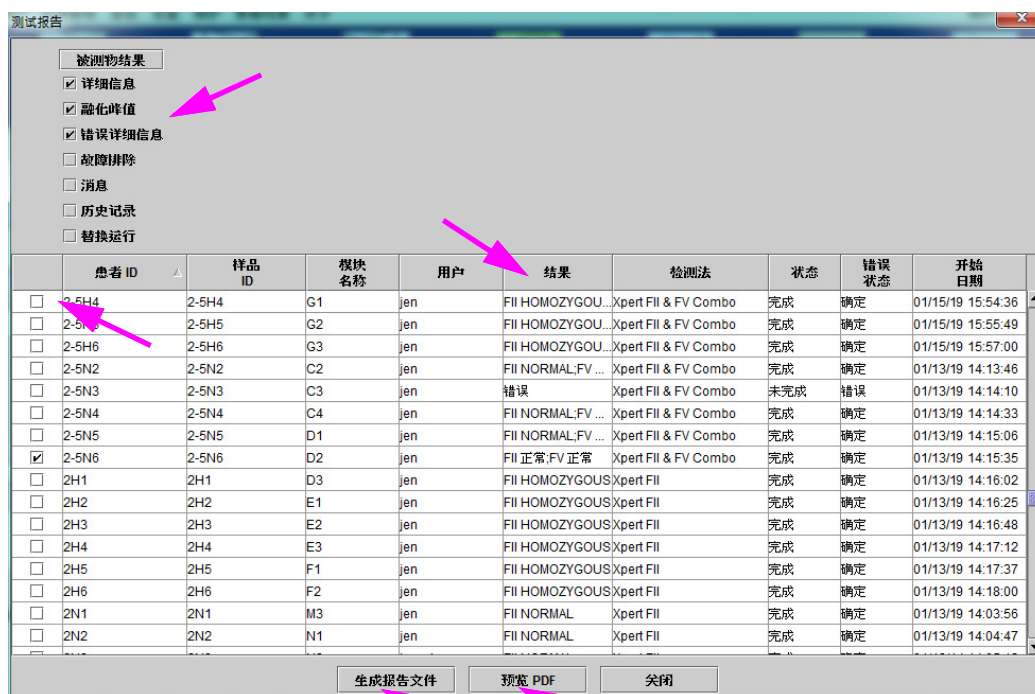

图 5-57. 选择待查看的测试（Select Test to be Viewed）对话框
- 单击测试报告工作区上的 **生成报告文件 (Generate Report File)** 按钮（请参阅图 5-57）创建测试报告的 PDF 文件。将出现生成报告文件 (Generate Report File) 对话框，让您将该文件保存到指定的位置。浏览到指定的位置后，选择**保存 (Save)**。